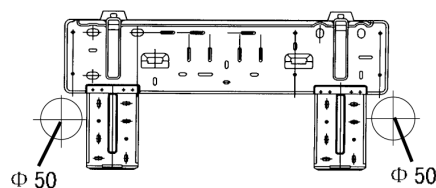

Fig. 1
1. Fare il foro per il tubo ( $\varnothing$  50) nel muro in modo da dargli una leggera inclinazione verso parte esterna. (vedi fig. 1)